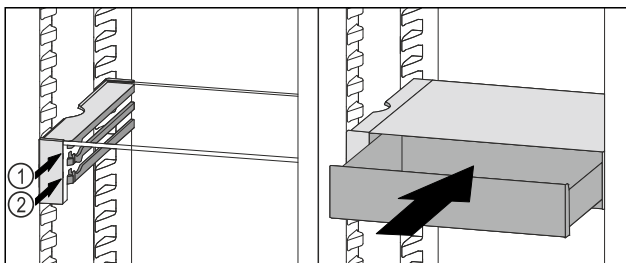

Fig. 139
- Uždėkite VarioSafe stalčių už stabdiklių ant norimos briaunos Fig. 139 (1) arba Fig. 139 (2).